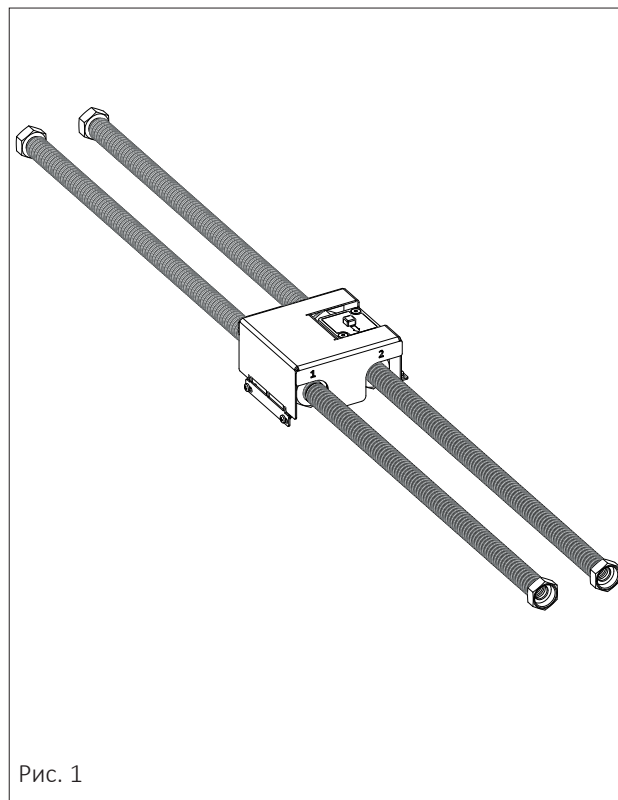

Рис. 1
- Собранного Противоконденсатного Комплекта (рис. 1)